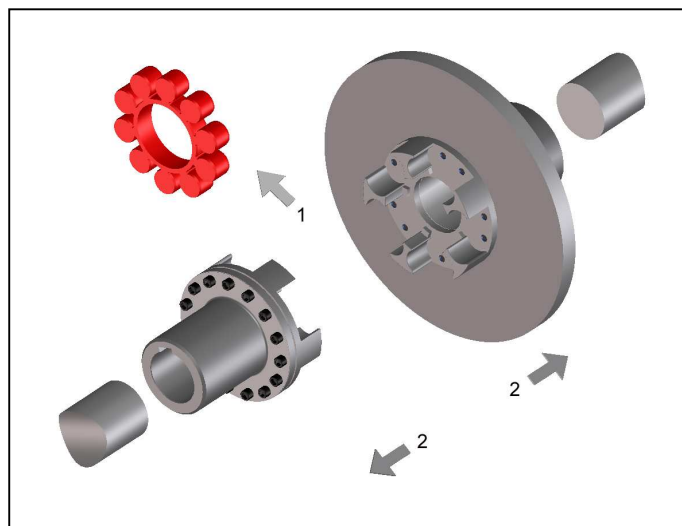

Bild 4 Klauenringen und
- Nehmen Sie den elastischen Zwischenring heraus (Bild 4, Pos. 1).
- Ziehen Sie die Flanschnaben mit den der Bremsscheibe in der vorgesehenen Position auf die Wellenenden auf (Bild 4, Pos. 2).
der vorgesehenen Position auf die Wellenenden auf (Bild 4, Pos. 2).